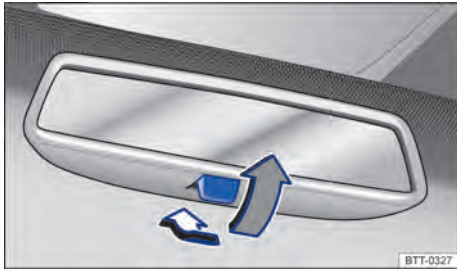

Fig. 118 En el parabrisas: retrovisor interior antideslumbrante manual.
- Para oscurecer el retrovisor, tire de la palanca hacia atrás → fig. 118.